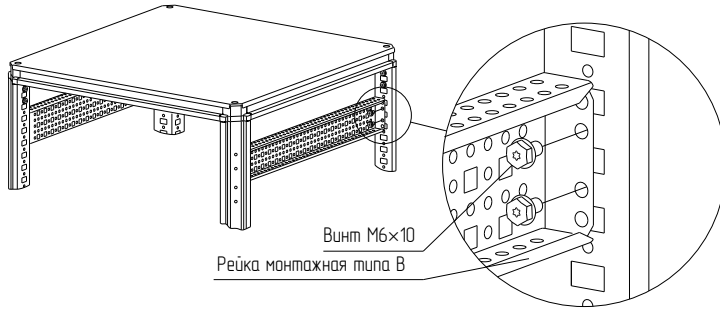

Рисунок 13
4.5.3.1 Установите рейку монтажную тип «В» между стоек 1 профиля на нужной высоте и закрепите винтами М6×10 (Рисунок 13). Момент затяжки – 7 Н·м. Винты приобретаются отдельно.